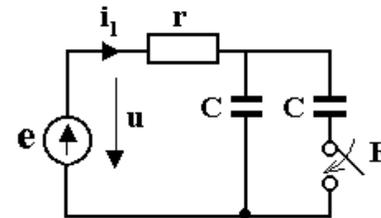

Рис. 12
3. При разомкнутом ключе ток i_1 в цепи на рис. 12 опережает по фазе приложенное напряжение u на угол $\varphi = 45^\circ$. Какова величина угла φ при замкнутом ключе?